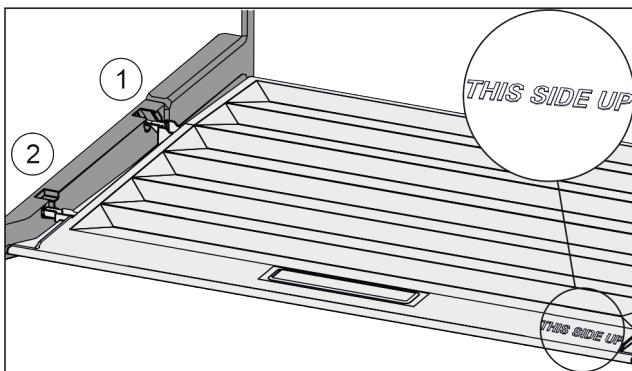

Fig. 117
- Вставить поперечные ребра крышки через отверстие заднего держателя Fig. 117 (1) и защелкнуть спереди в держателе Fig. 117 (2).